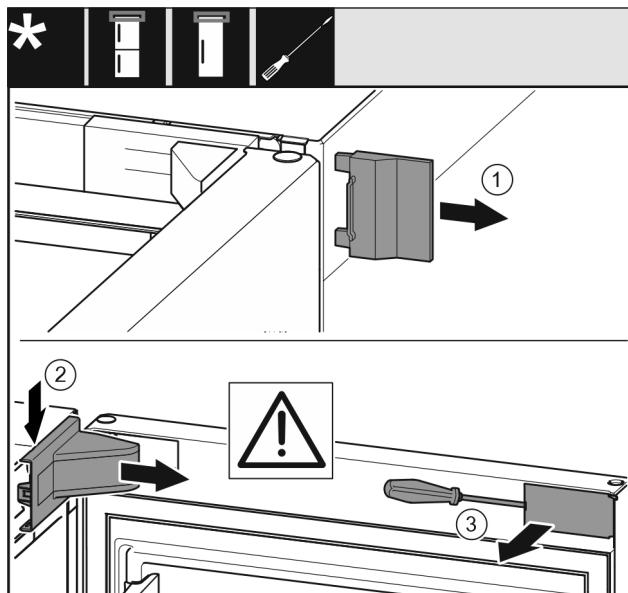

Fig. 5
- Αφαιρέστε το εξωτερικό κάλυμμα. Fig. 5 (1)
- Ξεκουμπώστε και λύστε το κάλυμμα του στηρίγματος. Αφαιρέστε το κάλυμμα του στηρίγματος. Fig. 5 (2)
- Ξεκουμπώστε το διακοσμητικό κάλυμμα με ίσιο κατσαβίδι και παραμερίστε το προς το πλάι. Fig. 5 (3)